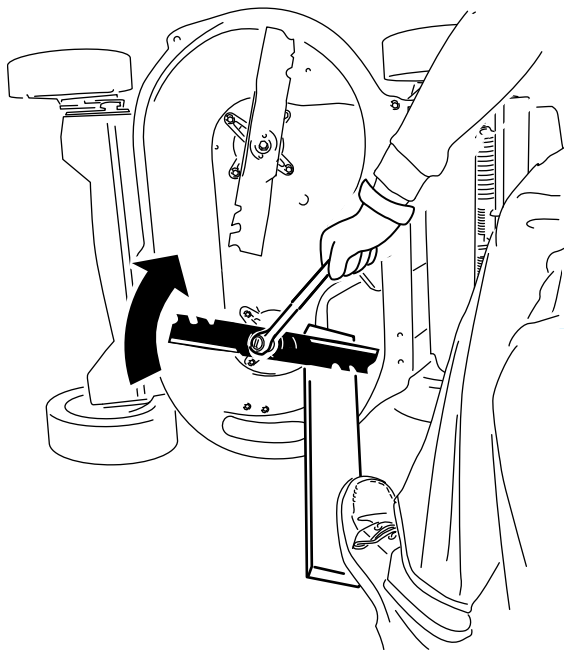

Figura 43
- Apoye cada cuchilla en un trozo de madera, y gire el perno de la cuchilla en el sentido de las agujas del reloj con una llave dinamométrica, según se muestra en Figura 43; apriete el perno de la cuchilla a 82 N·m (60 pies-libra).